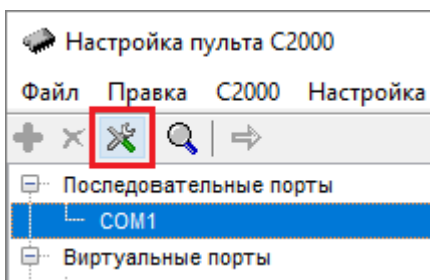

Рисунок 6 – Переход к настройкам порта через панель инструментов дерева устройств
- либо выделите соответствующий порт в дереве устройств и нажмите кнопку «Параметры линии» в панели инструментов дерева устройств (см. рис. 6);